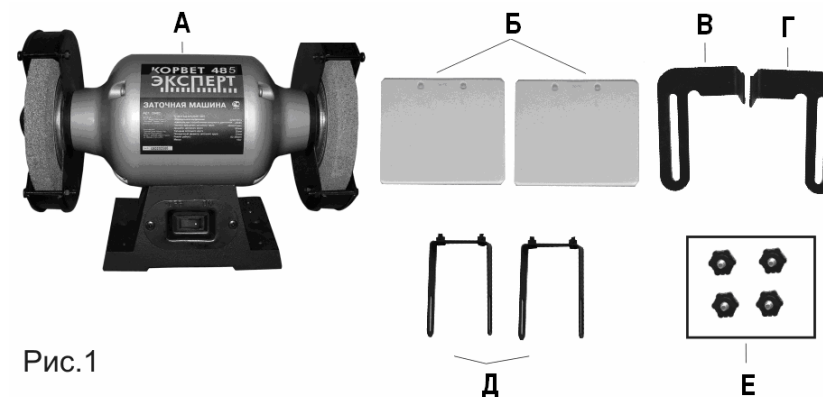

Рис.1
5. КОМПЛЕКТНОСТЬ (Рис.1)
В комплект поставки входит (Рис.1):